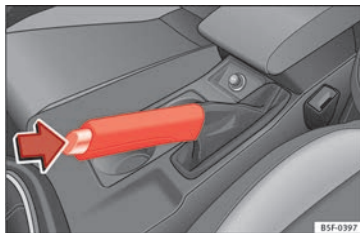

Fig. 189 Freno de mano entre los asientos delanteros.
– Tire con fuerza de la palanca del freno de mano hacia arriba »» **fig. 189**.
– Tire ligeramente de la palanca hacia arriba, presione el botón de desbloqueo en la dirección de la flecha »» **fig. 189** y baje completamente la palanca »» **▲**.